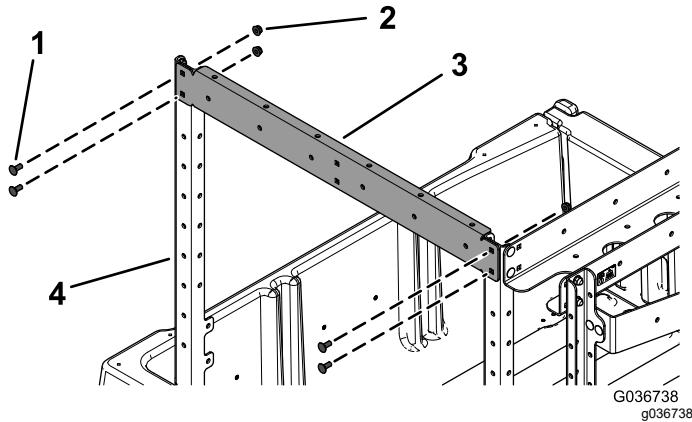

Bild 6
5. Befestigen Sie die vordere Stützhalterung (mit zwei Löchern an jeder Seite) mit vier Schlossschrauben (5/16" x $\frac{3}{4}$ ") und vier Bundmuttern (5/16") an der Oberseite der zwei aufrechten Rahmenhalterungen vorne, wie in Bild 6 abgebildet.